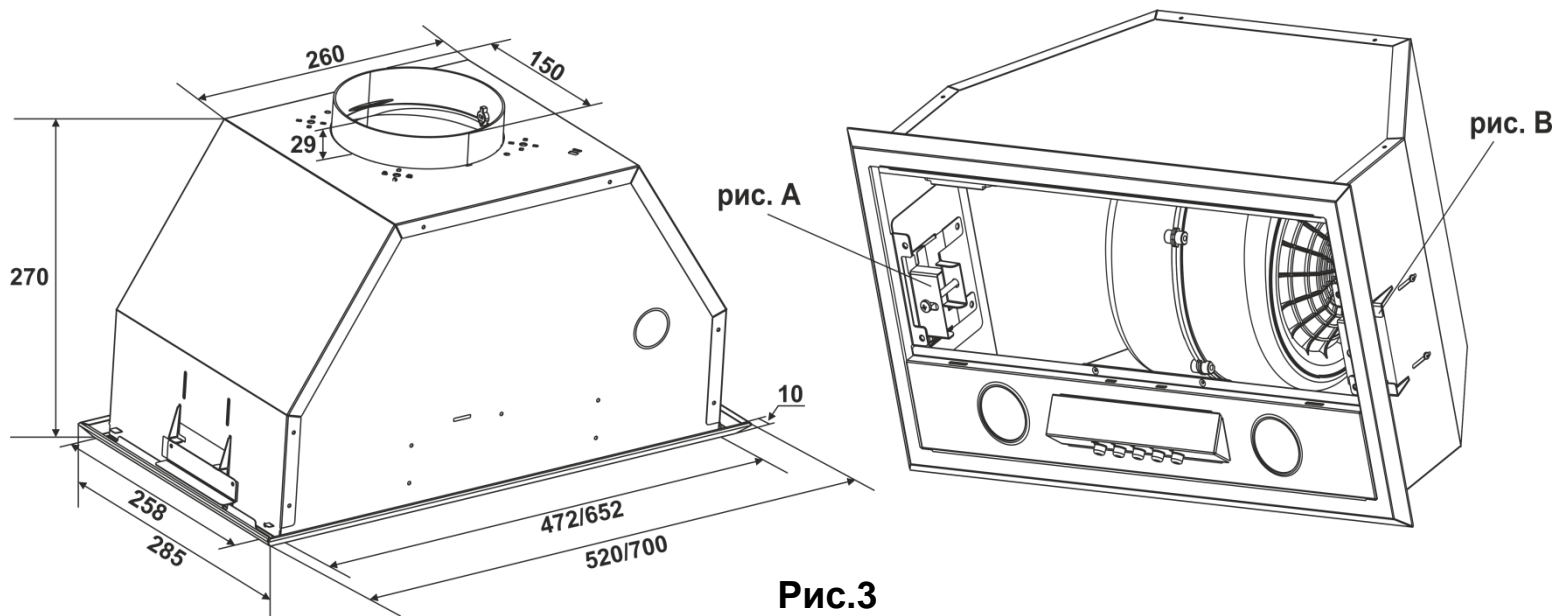

Рис.3
6.3 З врахуванням наставної висоти і умовою прилягання витяжки до дна нижньої полки навісної меблевої шафи по раніше виготовленому паперовому шаблону розмітьте і виріжте прямокутний отвір згідно згідно габариту (рис.3) вмонтованої частини витяжки.
6.4 На витяжці відпустіть на 0,25 оберта гвинти (рис.3В). Після цього вставте витяжку у прорізаний прямокутний отвір, злегка натиснувши пружні упори (рис.3А). Затягніть викруткою гвинти (рис.3В) з обох сторін.